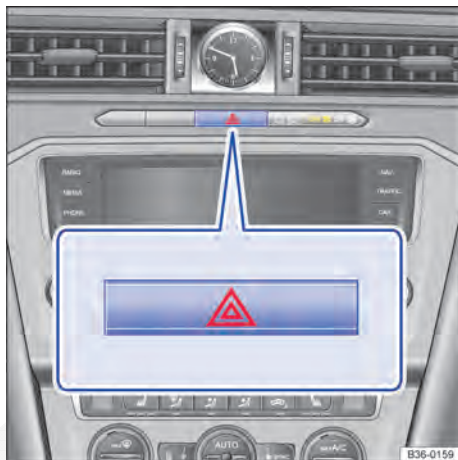

Fig. 278 Na parte superior do console central: botão das luzes de advertência.
2. Ligar as luzes de advertência com o botão ⚠️ → Fig. 278.